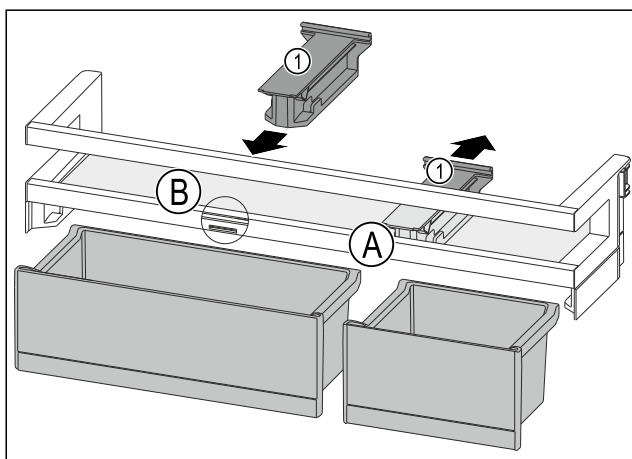

Fig. 83
- Halteteil Fig. 83 (1) in Position Fig. 83 (A) nach hinten abziehen.
- Halteteil Fig. 83 (1) in Position Fig. 83 (B) einsetzen.